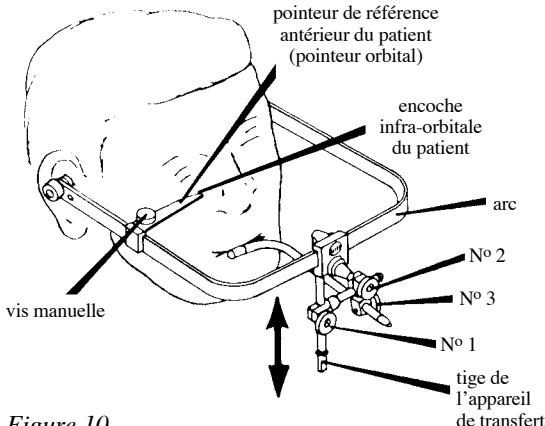

Figure 10
7. Desserrez légèrement la vis manuelle du Pointeur de Référence Antérieur du patient située sur l'arc (figure 10). Faites pivoter précautionneusement ce pointeur de référence (pointeur orbital) à proximité de l'encoche infra-orbitale du patient. Remontez l'arc en le coulissant sur la tige de l'appareil de transfert afin d'aligner le dessus du pointeur de référence avec l'orbite du patient.